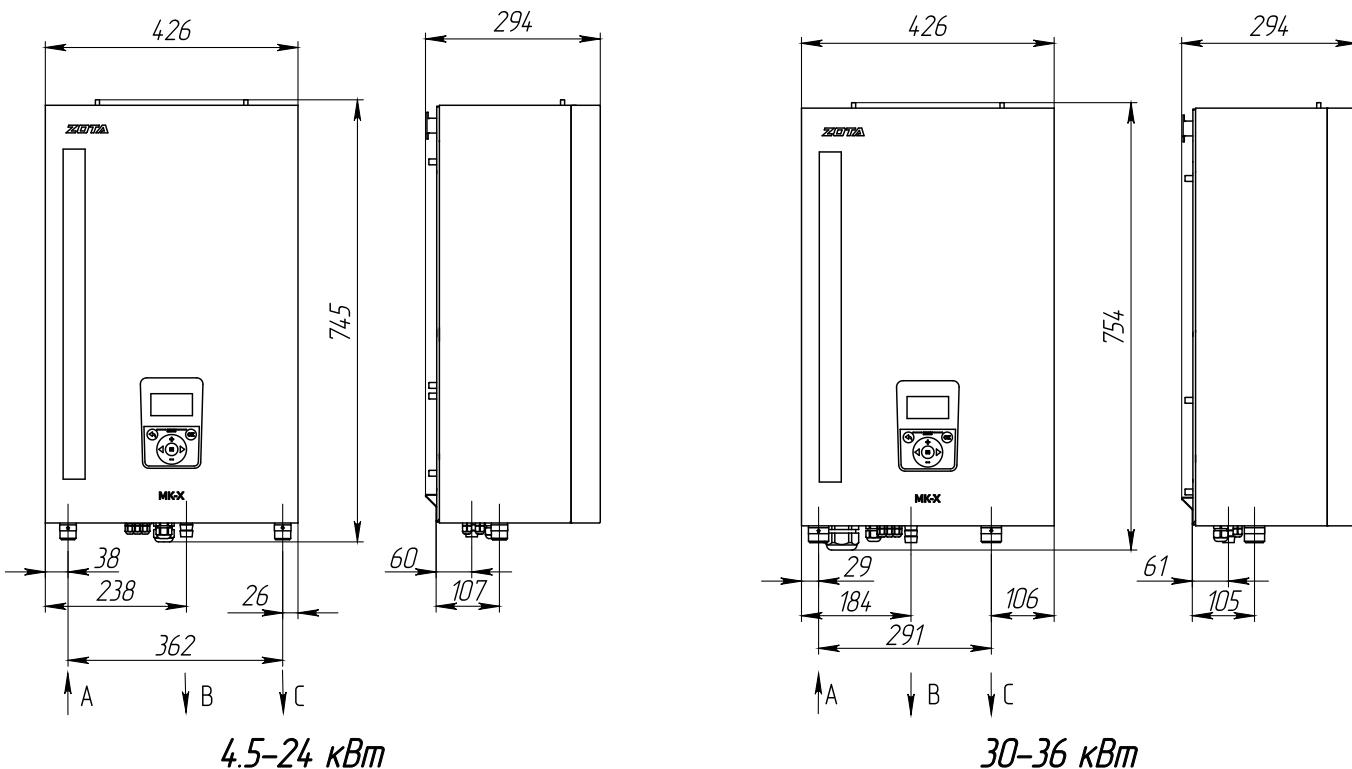

Рис.9 Габаритные размеры ZOTA МК-X 4,5-36
- подсоединить котел к системе отопления. Габаритные и присоединительные размеры котлов указаны на **рис.9**;